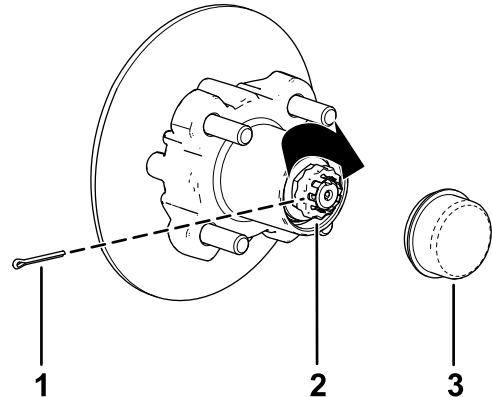

Figure 37
8. Placez l'arrêt d'écrou sur l'écrou et vérifiez que la fente dans l'arrêt et le trou dans la fusée sont alignés afin de pouvoir insérer la goupille fendue (Figure 37).
9. Insérez la goupille fendue et repliez chacune de ses pattes autour de l'arrêt d'écrou (Figure 37).
10. Reposez le couvere-moyeu sur le moyeu (Figure 37).